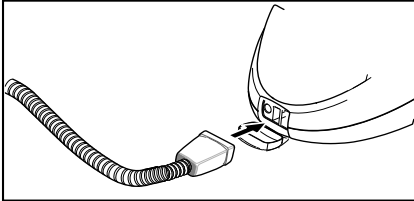

Abbildung 2
- Dampfstecker (C6) fest in die Gerätesteckdose (A1) stecken. Dabei müssen die Arretierungen des Dampfsteckers am Deckel der Gerätesteckdose einrasten (siehe Abbildung 2).